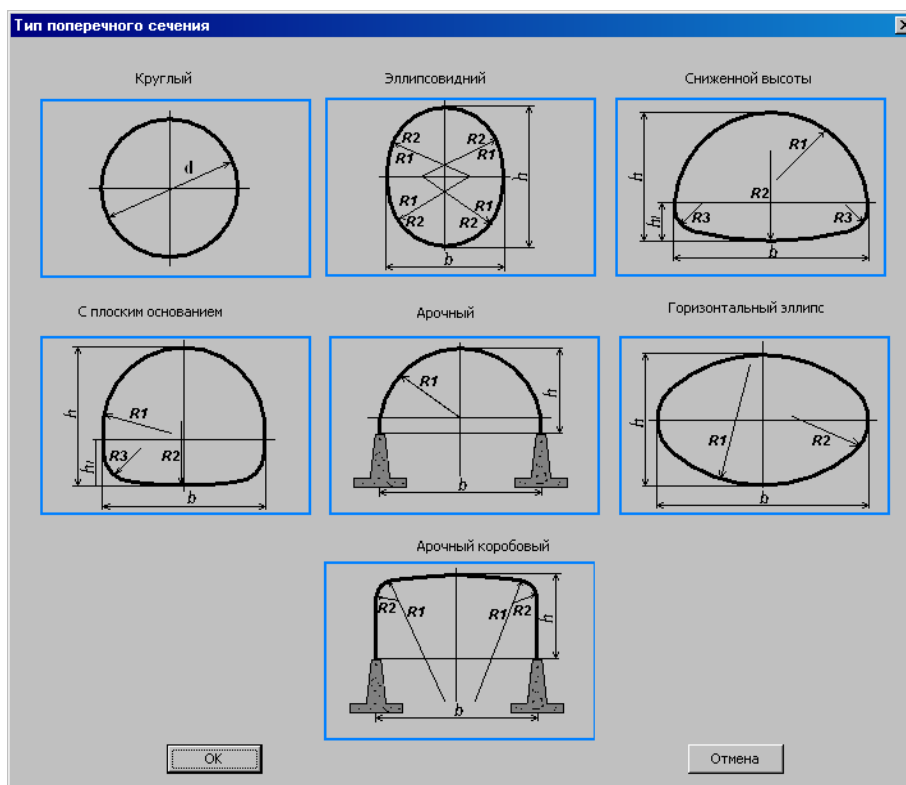

Рис. 16
- **Тип поперечного сечения** – ввод этого параметра выполняется при помощи диалогового окна **Тип поперечного сечения** (рис. 16).